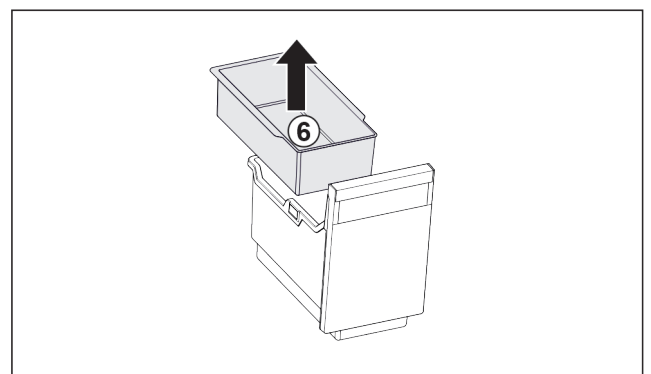

Fig. 26
- Einhängeschale Fig. 26 (6) entnehmen.